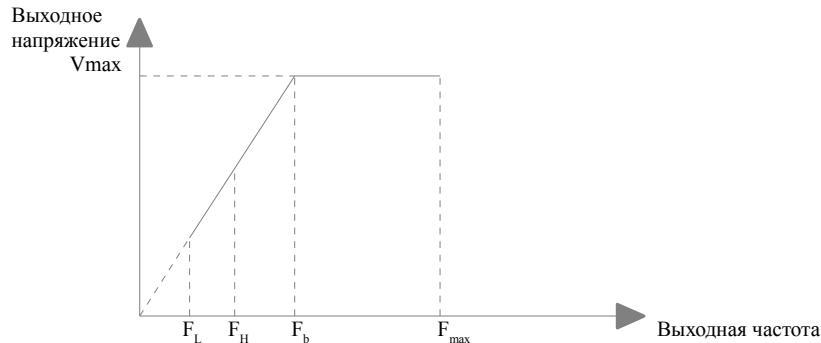

Рис. 6-1 Параметры характеристики
Максимальная выходная частота – это максимально допустимая выходная частота привода, как показано на рис. 6-1 в виде  $F_{max}$ ;
Максимальное выходное напряжение – максимально допустимое выходное напряжение привода, как показано на рис. 6-1 в виде  $V_{max}$ ;
Нижний предел частоты – минимально допустимая рабочая частота, задаваемая пользователем, как показано на рис. 6-1 в виде  $F_L$ ;
4. Схематично максимальная выходная частота, верхний предел частоты и нижний предел частоты приводятся на рис. 6-1.